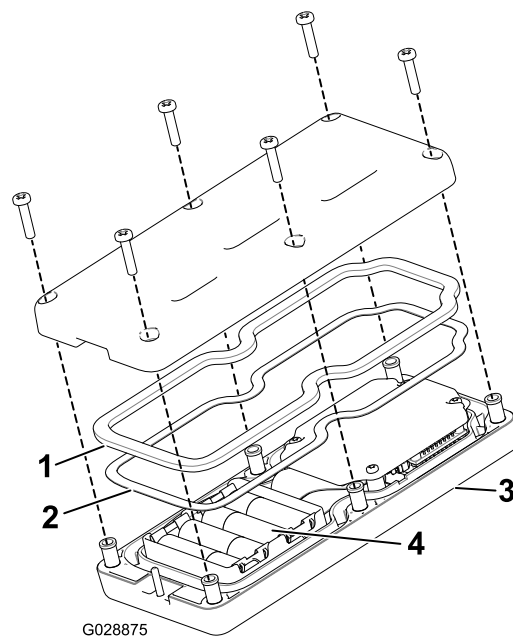

図 18
2. 電池を入れる 電池の向きに注意すること。電池を正しく入れないと、機械が損傷することはないが、操作ができない。電池を入れる箇所にはプラス・マイナスの表示がある 図 18。
3. スチール製のガスケットとゴム製のシールをリモートの溝にきちんとはめ、バックカバーを取り付ける (図 18)。
4. ねじ6本を使ってカバーを固定し 図 18、各ねじを 1.5 - 1.7 Nm 0.15-0.17 kg.m = 13 - 15 in-lb にトルク締めする。